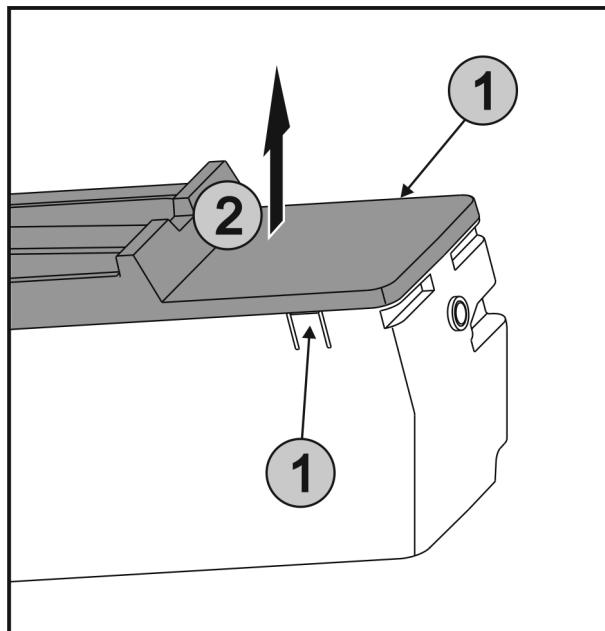

Fig. 60
- Одновременно нажать на накладки Fig. 60 (1) на обеих сторонах EasyTwist-Ice и снять крышку Fig. 60 (2) движением вверх.